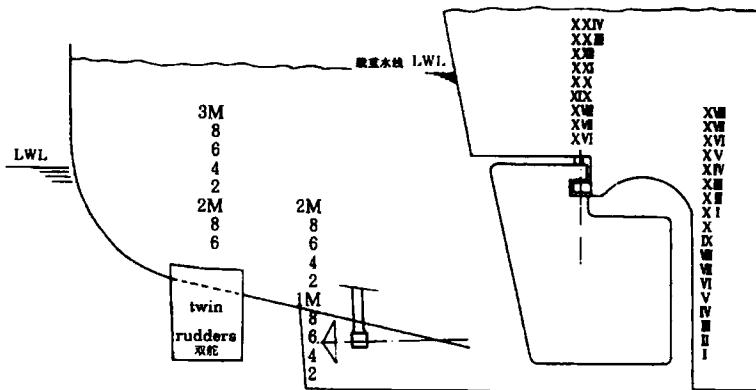

图 1.6 吃水 draught or draft (d)
1.4 吃水 d: draught or draft (见图 1.6)